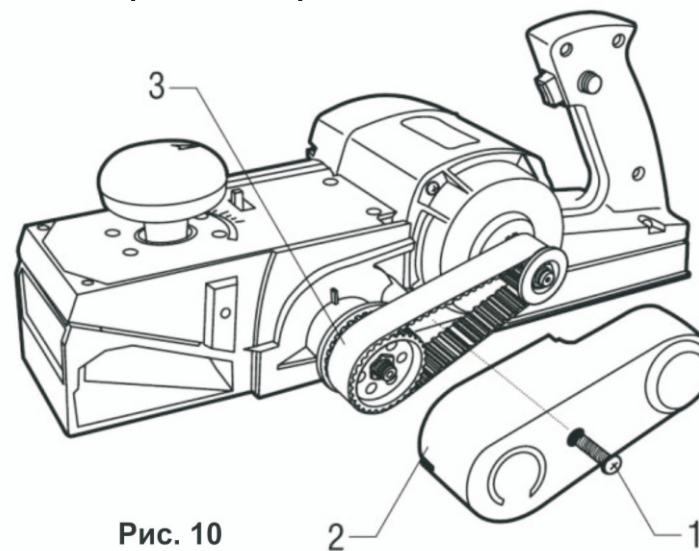

Рис. 10
- После установки нового приводного ремня проверьте правильность и надежность установки ремня, провернув ведущий шкив (3) (См. Рис.10) на несколько оборотов.
- Открутите винт крепления кожуха приводного ремня (1)(См. Рис.10).
- Демонтируйте кожух приводного ремня (2)(См. Рис.10).
- Произведите установку нового приводного ремня. Для облегчения установки ремня, сначала установите ремень на ведущий шкив (3)(См. Рис.10), а затем на ведомый шкив.